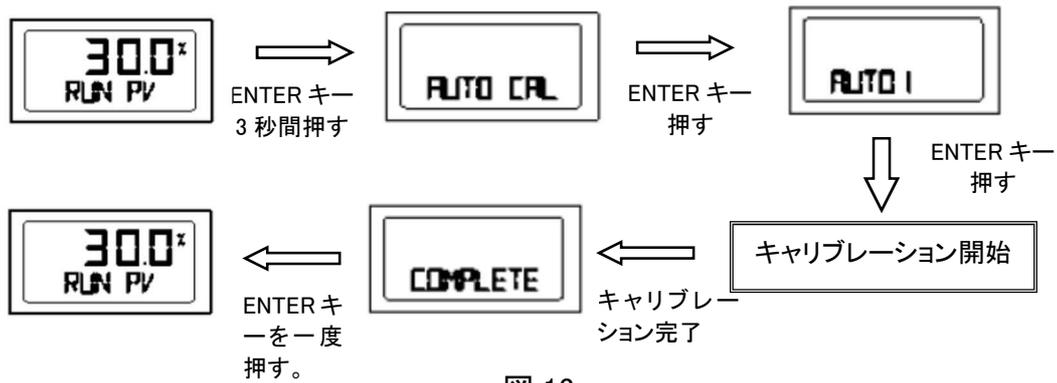

図 13
- ③ポジショナーに 12mADC を入力してください。それ以外の入力信号ではオートキャリブレーションできません。ディスプレイ下側にある「」キー(以下、ENTER キーと呼びます。)を約 3 秒間押し続けるとディスプレイの表示が「AUTO CAL」と表示されます。ここで ENTER キーを 1 回押すと「AUTO1」と表示されます。この状態で ENTER キーを押しますとオートキャリブレーションが実行されます。(図 13)